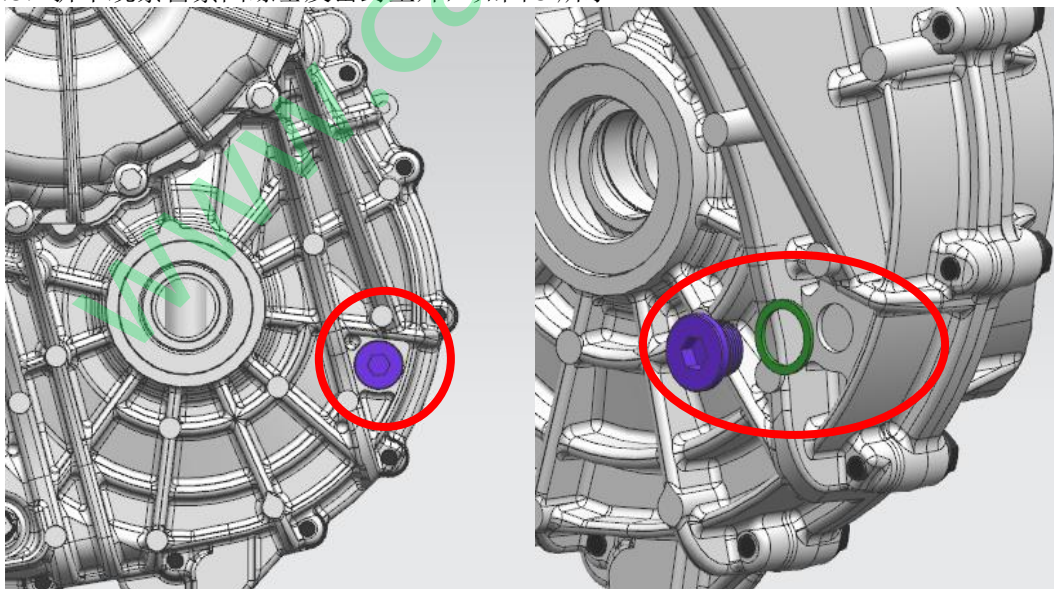

图9 观察窗紧固螺塞
- (1) 举升车辆，使车辆保持水平。
- (2) 拆卸发动机下护板，按下护板维修手册执行。
- (3) 拆下观察窗紧固螺塞及密封垫片，如图9所示。